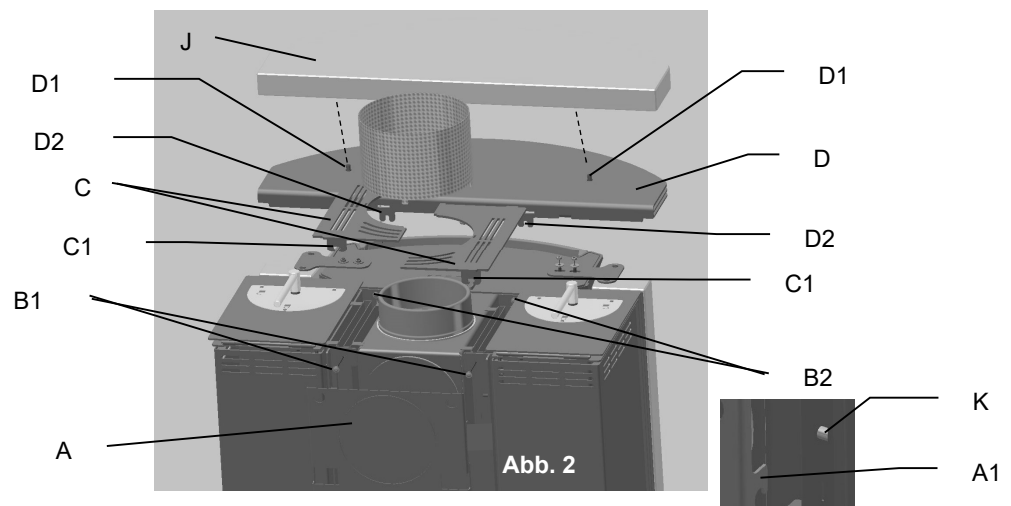

Abb. 2
- Pelletzufuhr stoppen (Drehknopf des Ecotriebwerkes (Abb. 2 A) auf Position "0" d.h. ganz nach links, stellen bzw. bei strombetriebenen Geräten Netzstecker des elektronischen Steuergerätes (Abb. 7) ziehen).